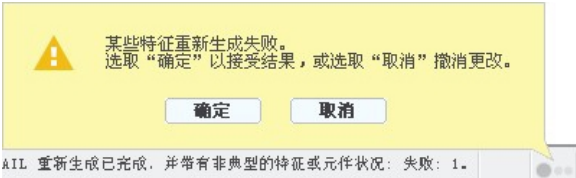
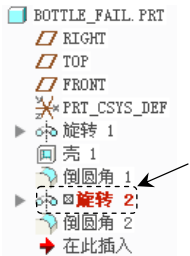

图 3.19.4 “特征失败提示”对话框
图 3.19.5 模型树
Step4. 在操控板中单击“完成”按钮  后，系统弹出图 3.19.4 所示的“特征失败”提示对话框，此时模型树中“旋转 2”以红色高亮显示出来(图 3.19.5)。前面曾讲到，该特征截面中的一个尺寸（5.0）的标注是以完全圆角的一条边线为参考的，重定义后，完全圆角
在图 3.19.4 所示的“特征失败”提示对话框中，选择 **取消** 按钮。
Step1. 在图 3.19.4 所示的“特征失败”提示对话框中，选择 **确定** 按钮。
Step2. 从图 3.19.5 所示的模型树中，右击 **旋转 2**，在弹出的图 3.19.6 所示的快捷菜单中选择 **删除** 命令，在弹出的图 3.19.7 所示的删除对话框中选择 **确定** 按钮，删除操作后的模型如图 3.19.8 所示。
- ① 选择下拉菜单 **文件** → **关闭(C)** 命令，关闭当前对话框。
- ② 选择下拉菜单 **文件** → **管理会话(M)** → **拭除未显示的(O)** 命令，拭除不显示的内存中的文件。
- ③ 再次打开酒瓶模型文件 bottle_fail.prt。
Step2. 从图 3.19.5 所示的模型树中, 右击  **旋转 2**, 在弹出的快捷菜单中选择 **编辑定义** 命令, 然后系统会弹出“旋转”操控板。
(1) 在操控板中单击 **放置** 按钮, 然后在弹出的菜单区域中单击 **编辑...** 按钮。
Step1. 在图 3.19.4 所示的“特征失败”提示对话框中, 选择 **确定** 按钮。
Step2. 从图 3.19.5 所示的模型树中, 右击  **旋转 2**, 在弹出的图 3.19.11 所示的快捷菜单中选择 **隐含** 命令, 然后在弹出的图 3.19.12 所示的“隐含”对话框中选择 **确定** 按钮。